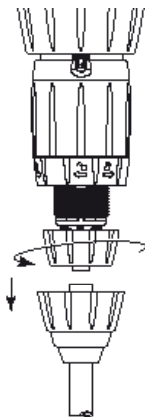

Fig. 16
- De moer die de aanzuigklep ondersteunt (**Fig. 16**), los schroeven en verwijderen; deze laatste demonteren en daarna de verschillende delen overvloedig met helder water afspoelen.